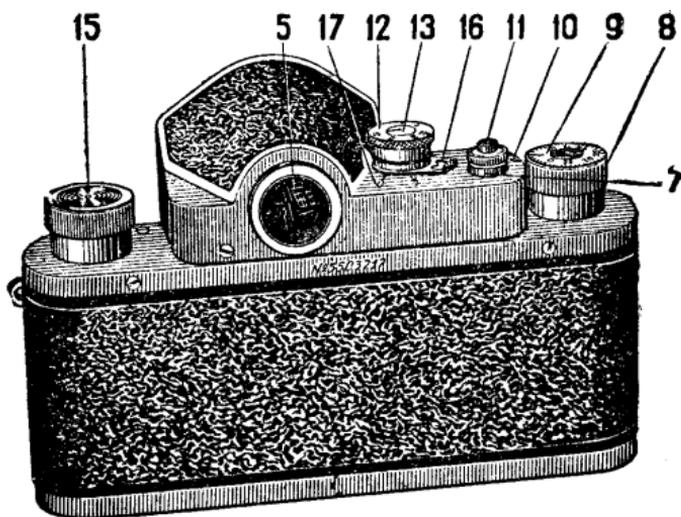

Рис. 2.
8. Для подачи к кадровому окну незасвеченной части фотопленки взведите три раза затвор, нажимая каждый раз после взвода на спусковую кнопку 11 (рис. 2). При взводе затвора наблюдайте, вращается ли головка обратной перемотки 15.